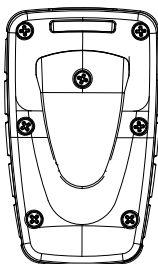

Abbildung 22. Batterieabdeckung und die Befestigungsschrauben der Abdeckung
1. Öffnen Sie die Abdeckung des Batteriefachs, indem Sie die 6 Schrauben an der Rückseite des Sendergehäuses heraus-schrauben (siehe Abb. 22).